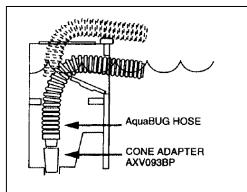

Abb. 6
Das Filtersystem abschalten, um den Schlauch am Skimmer anzuschließen (siehe Abb. 6, oder 7).
**Abb. 6** zeigt das Anschlussystem des Schlauchs am mit einer unteren Ansaugung ausgerüsteten Skimmer mit dem Adapterkegel AEXV093BP (mitgeliefert).